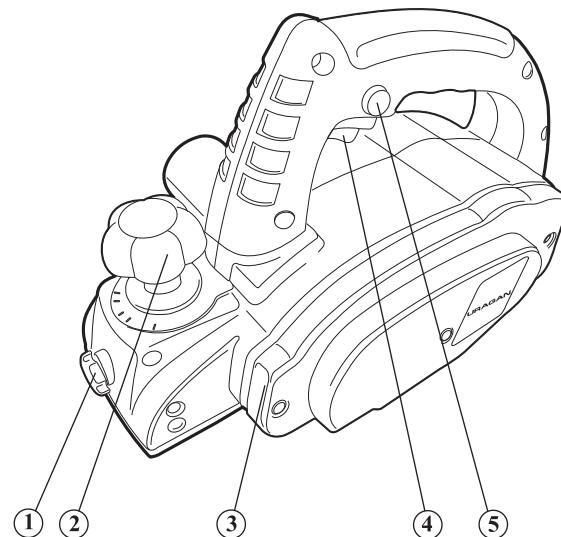

Рисунок 1
. Общий вид рубанка электрического представлен на рис. 1
1. Установите регулятор глубины строгания 2 (рис. 1) в положение «0».